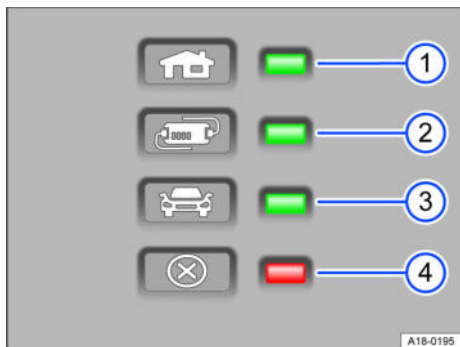

图2 充电电缆保护装置上的警告灯和指示灯。
通过电子保护装置 → 图2 确保充电插头在插入车辆充电插座之前没电。
一个或多个指示灯 → 图2 ①、② 或 ③ 亮起绿色。
### 显示 → 图2 含义
随附的挪威境外充电电缆，通常不能用于在挪威的电源插座上充电。由于电源不同，警告灯 → 图2 ① 不显示。
如果用更低的充电电流继续充电，除运行状态显示之外，警告灯 → 图2 ④ 闪烁红色。
- 如果在外部升温影响不明显的情况下充电电流再次切断或降低，请确定哪个绿色指示灯闪烁 → 图2。请前往大众汽车合作伙伴处检查充电电缆。联系电气装置的特许维修站来检查基础设施接口。
如果警告灯 → 图2 ④ 闪烁红色或亮起，但运行状态显示的指示灯 → 图2 ①、② 或 ③ 没有持续亮起，说明存在一个故障。
显示 → 图 2 含义